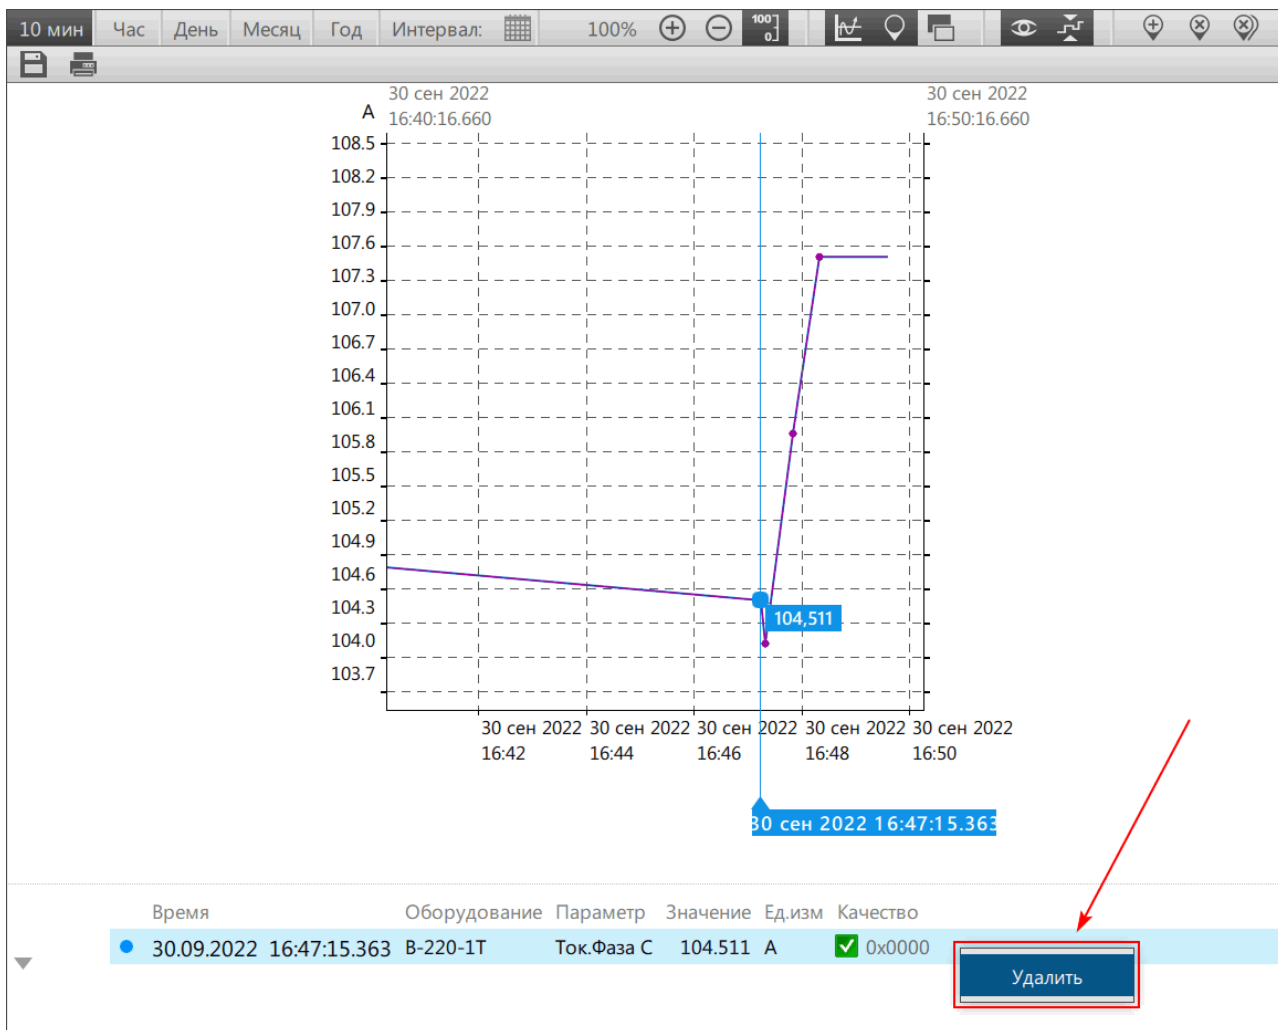

Рисунок 107 - Удалить маркер
2. Нажмите **Удалить** (Рисунок 107).